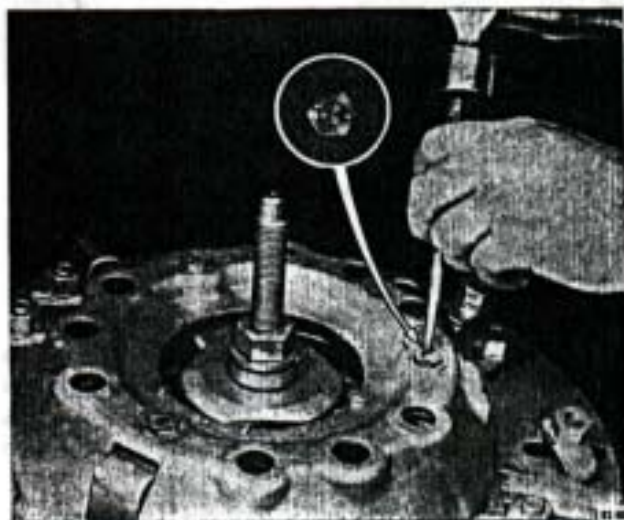

Fig. 27. — Recalcando material de la tuerca.
- 12') Con un punzón recalcar material de las tuercas de ajuste y arrastrarlo hacia las fresaduras tipo "canaleta" de los bulones-ajo, para mantener el ajuste dado (Fig. 27).